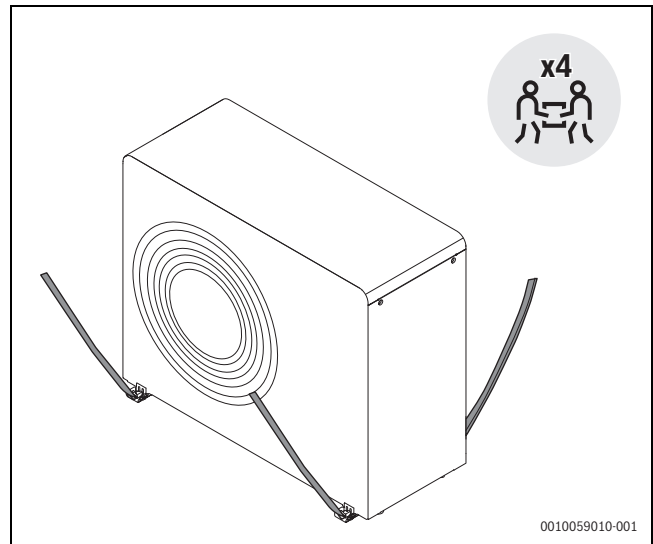

Bild 14 Beim Transportieren der Wärmepumpe ohne Verpackung die Gurte verwenden
- ▶ Achtung! Die Wärmepumpe ist auf der Kompressorseite schwerer (→ Abbildung 14).